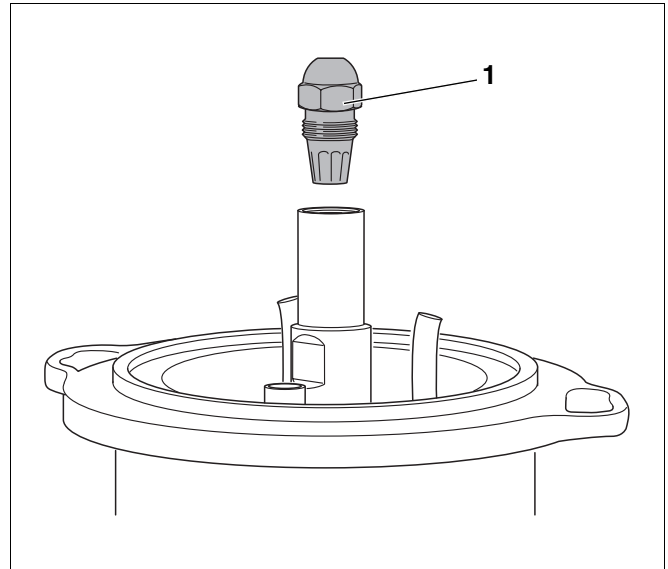

Abb. 29 Düse demontieren
- Düse (Abb. 29, **Pos. 1**) mit zwei Schraubenschlüsseln SW 16 und SW 19 lösen.
- Düse abschrauben (Abb. 29, Seite 32).